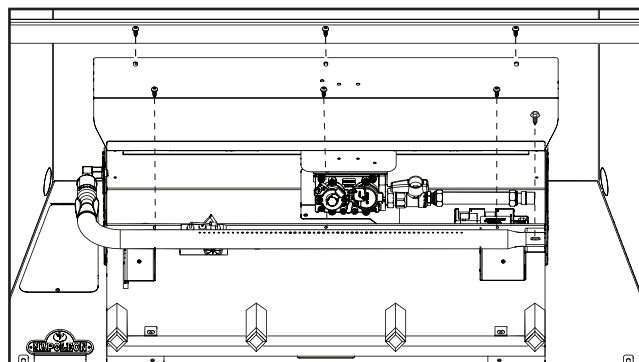

FIG. 1
2. Retirez les six vis qui fixent le couvercle du système de distribution et l'enlever (**Fig. 1**) pour accéder à la soupape.
3. Retirez la vis de fixation du brûleur (**Fig. 1**). Soulevez le brûleur de l'appareil pour accéder à l'orifice.